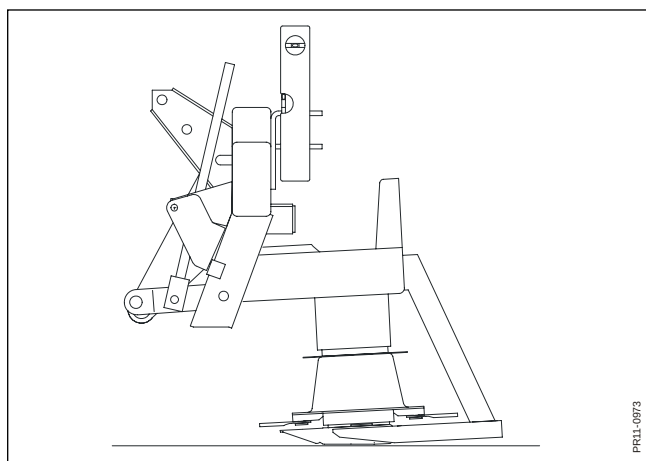

Fig. 3-8
- Fig. 3-8** Maskinen er fra fabrikken konstrueret til at klippe med kortest mulig stub når toprammen hænger helt lodret med maskinen i arbejdsstilling.
NB: Uensartet stub eller ujævn kørsel hen over marken kan afhjælpes ved at vælge indstillingen svarende til Fig. 3-8.